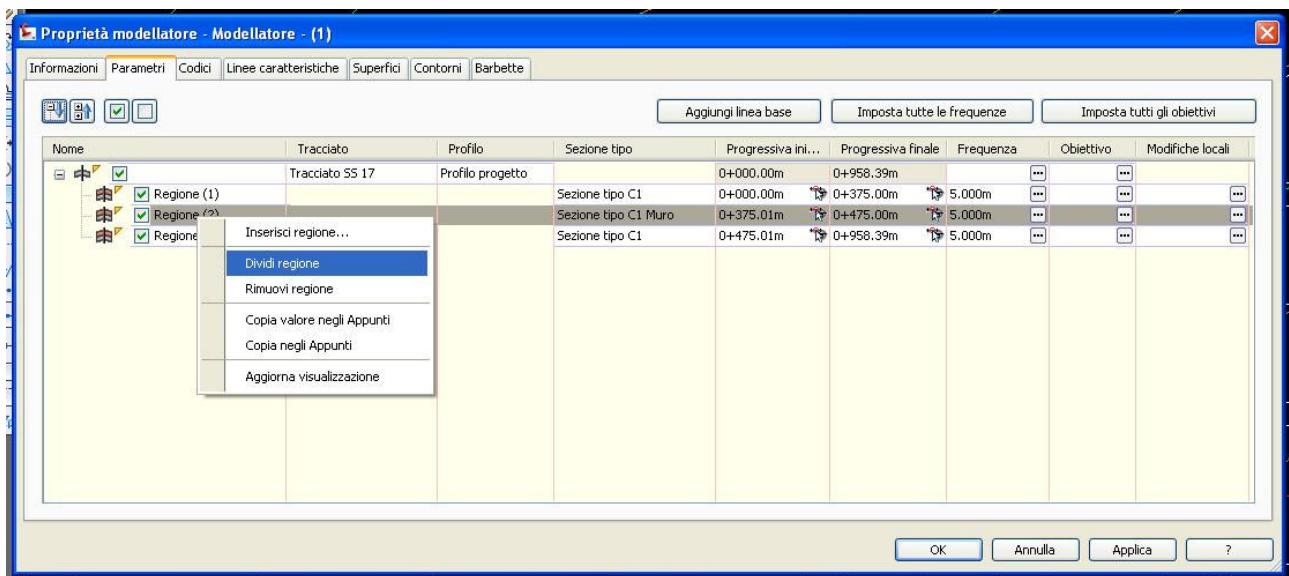

fig. 7
Tutte le impostazioni di cui sopra sono contenute nel file *muro_s fase 1.dwg*. Una volta definita la sezione tipo dobbiamo creare all'interno del modellatore la regione in cui inserire la "Sezione tipo C1 Muro (S)". Si accede alle Proprietà del modellatore, nella scheda Parametri si fa clic destro del mouse sulla regione 3 e dal menù contestuale si clicca su Dividi regione (fig. 7).